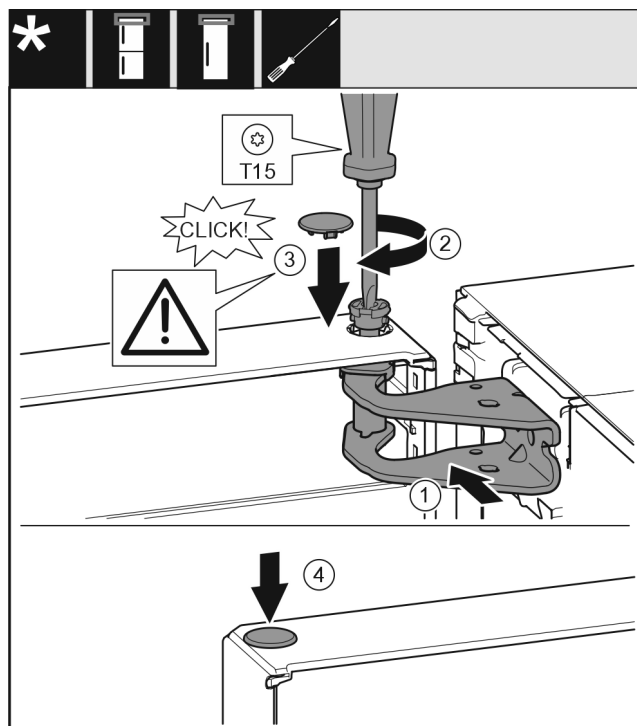

Fig. 26
- ▶ Dveře nahoře vyrovnejte s otvorem ve stojanu ložiska Fig. 26 (1).
- ▶ Vložte čep Fig. 26 (2) a pevně jej utáhněte šroubovákem.
- ▶ Nasad'te kryt Fig. 26 (3).
- ▶ Zkontrolujte, zda kryt Fig. 26 (3) doléhá na dveře.
- ▶ Nasad'te kryt Fig. 26 (4).